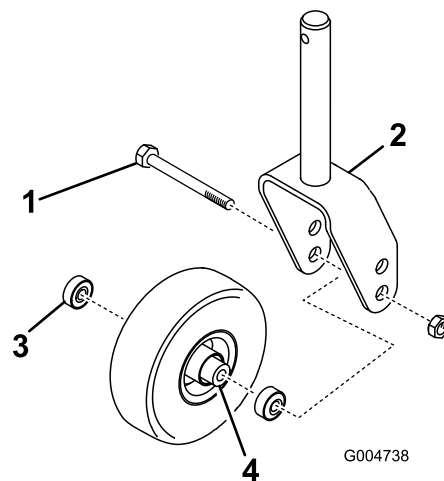
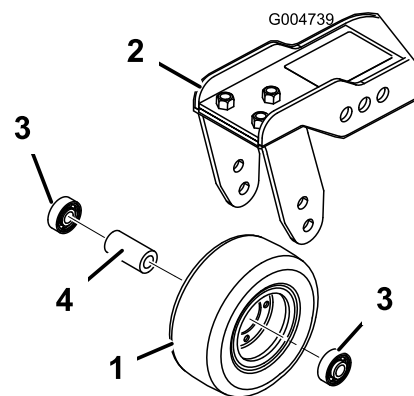

Figura 108
Figura 109
1. Retire la contratuerca del perno que sujeta el ensamble de la rueda giratoria entre la horquilla (Figura 108) o el brazo de pivote (Figura 109). Sujete la rueda giratoria y retire el perno de la horquilla o del brazo de pivote.
2. Retire el cojinete de la rueda y deje que se caiga el suplemento del cojinete (Figura 108 y Figura 109). Retire el cojinete del otro lado de la rueda.